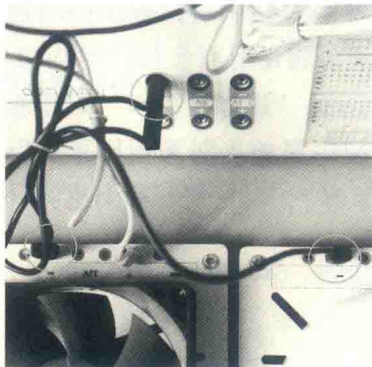

图1-6 指示灯和风扇模块负极与12V电源连接
5) 将两条黑色连接线的一端串联起来，接入12V电源的负极接口，另一端分别连接指示灯和风扇模块的负极接口，如图1-6所示。